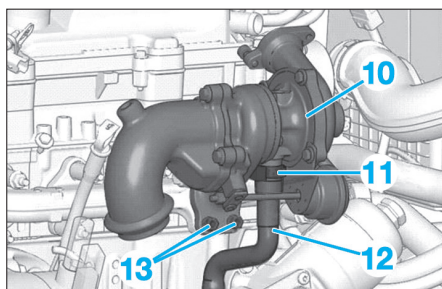

Fig. 39
- les 4 joints d'étanchéité (9),
- le tube de graissage du turbocompresseur (8).
• Déposer le collier (11) (Fig.39).